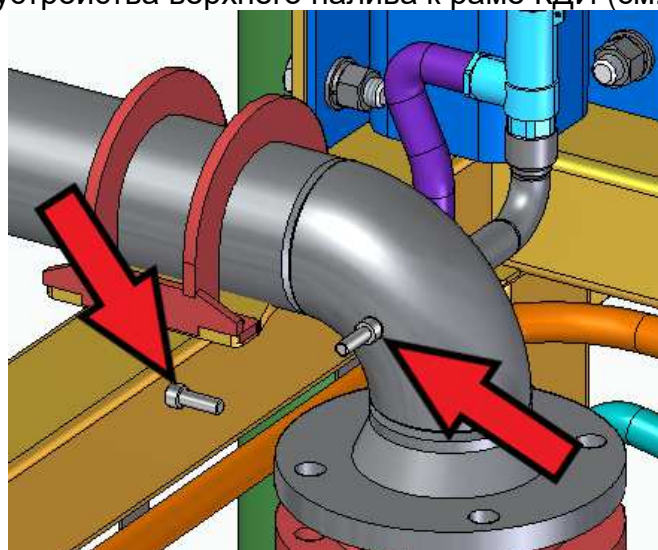

Рисунок 44
- Трубопровод устройства верхнего налива к раме КДИ (см. рисунок 44);